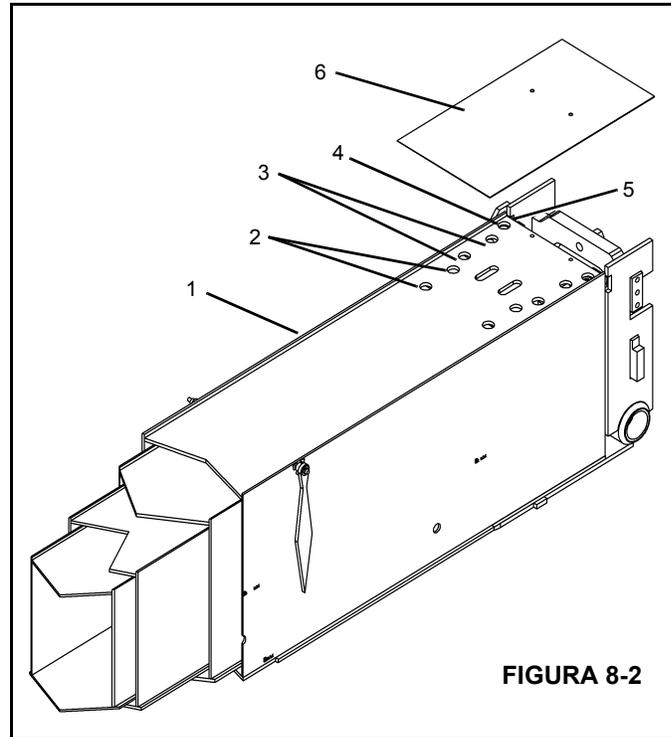

FIGURA 8-2
2. Con la pluma plenamente retraída, saque la placa de acceso (6) ubicada en la parte superior trasera de la 1^a sección (Figura 8-2).
3. Aplique grasa a las almohadillas de desgaste de la 2^a sección a través de los agujeros de acceso (4) de la 1^a sección con una pistola engrasadora (Figura 8-2).
4. Extienda la pluma para alinear los agujeros de acceso de la 2ª sección (3) con las almohadillas de desgaste de la 3ª sección. Aplique grasa a las almohadillas de desgaste de la 3ª sección usando una pistola engrasadora.
5. Extienda la pluma para alinear los agujeros de acceso (2) de la 3ª sección con las almohadillas de desgaste de la 4ª sección. Aplique grasa a las almohadillas de desgaste de la 4ª sección usando una pistola engrasadora.